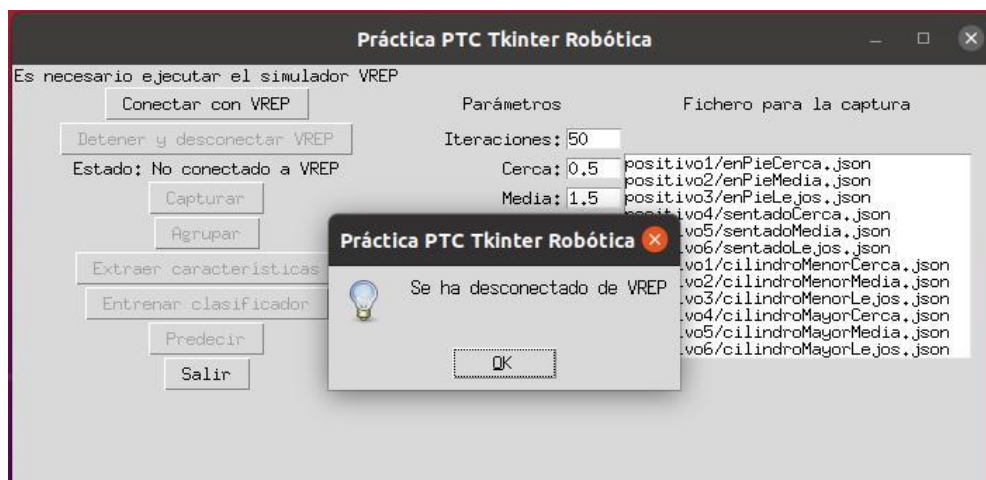

Figura 9
**Botón Detener y desconectar VREP:** Detiene la simulación y cierra la conexión con el simulador. La etiqueta Estado pasa a “No conectado a VREP”. Los botones Capturar y Desconectar se deshabilitan y se informa al usuario con `messagebox.showinfo()` como en la Figura 9.